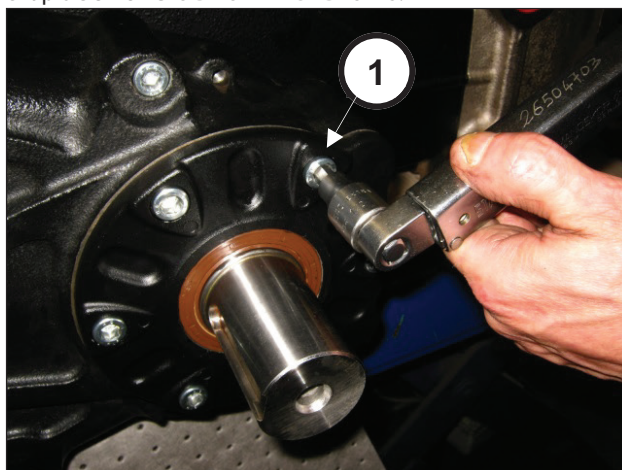

Fig. 88
Serrer les 6 vis M10x25 (rep. ①, Fig. 88). Serrer les vis à l'aide d'une clé dynamométrique, en suivant les indications du chapitre 3 FORCES DE SERRAGE DES VIS.